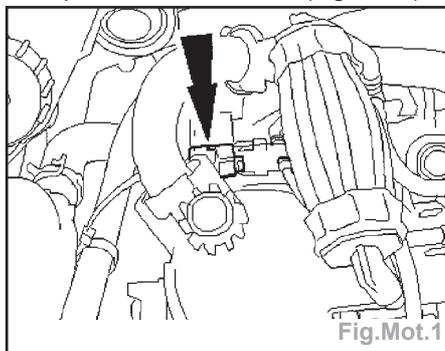

Fig.Mot.1
- Débrancher le connecteur de sonde de température de carburant (Fig.Mot.1).